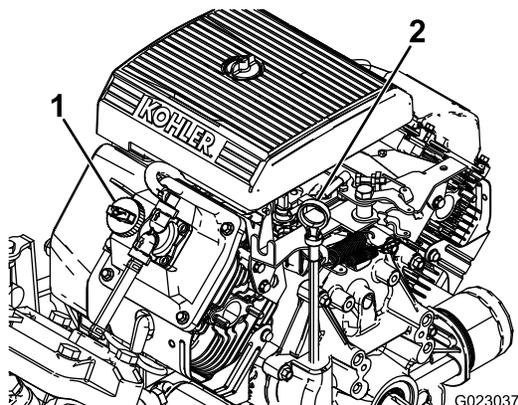

図 11
2. ディップスティックを抜ききれいなウェスで一度拭く(図 11)。
4. 油量が少なければバルブカバー(図 11)の上についている補給口を開け、ディップスティックの FULL マークまでオイルを補給するオイルの種類や粘度の選択については エンジンオイルについて (ページ 41)を参照